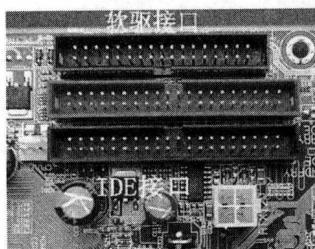

图 1-11
- (1) 安装外部存储设备时的基础知识
- ① 每个 IDE 口都可以有（而且最多只能有一个）一个 Master 盘（主盘，用于引导系统）。
- ② 当两个 IDE 口上都连接有设置为 Master 时，老主板通常总是尝试从第一个 IDE 口上的主盘启动。而现在的主板一般都可以通过 CMOS 的设置，指定哪一个 IDE 口上的硬盘是启动盘。
- ③ ATX 电源在关机状态时仍保持 5V 电流，所以在进行零配件安装、拆卸及外部电缆线插拔时必须关闭电源接线板开关或拔下机箱电源线。
④ 有些机箱的驱动器托架安排得过于紧凑，而且与机箱电源的位置非常靠近，安装多个驱动器时比较费劲。所以建议先在机箱中安装好所有驱动器，然后再进行线路连接工作，以免先安装的驱动器连线挡住安装下一个驱动器所需的空间。
⑤ 为了避免因驱动器的震动造成的存取失败或驱动器损坏，建议在安装驱动器时在托架上安装并固定所有的螺丝。
⑥ 为了方便安装及避免机箱内的连接线过于杂乱无章，在机箱上安装硬盘、光驱时，连接与同一 IDE 接口的设备应该相邻。
⑦ 电源线的安装是有方向的，方向反了插不上。
⑧ 考虑到以后可能需要安装多个硬盘或光驱，攒机前最好准备两条 IDE 设备信号线（俗称“排线”），每条线带有 3 个接口（一个连接主板 IDE 端口，另外两个用来连接硬盘或光驱）。为了避免机箱内的连接线过于杂乱无章，“排线”上用于连接硬盘/光驱的接口应尽量靠近。
⑨ 在同一个排线 IDE 口上连接两个设备时，一般的原则是传输速度相近的安装在一起，硬盘和光驱应尽量避免安装在同一个 IDE 口上，如图 1-11 所示。